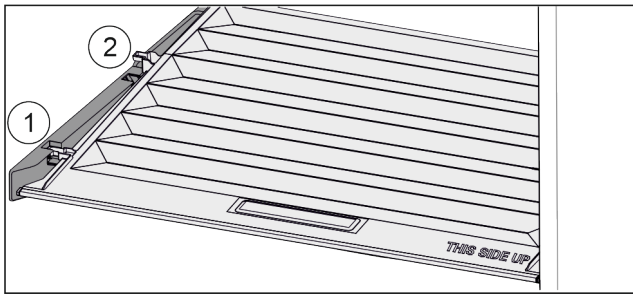

Fig. 134
- ▶ Кришку до отвору в деталях для підтримки потягнути вперед Fig. 134 (1).
- ▶ Підняти ззаду знизу та вийняти Fig. 134 (2) вгору.